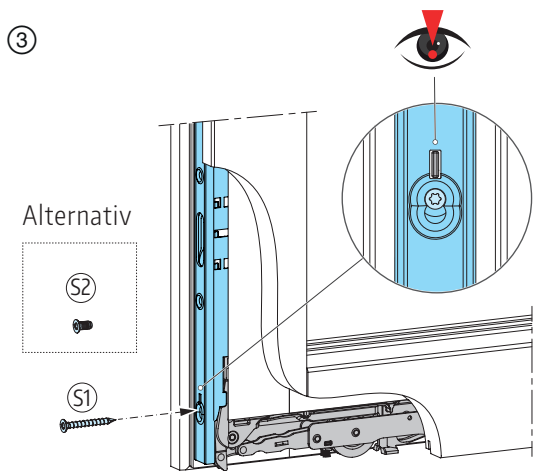

Abb. 22
③ Abgelängtes Getriebe mittels Schraube S1 oder S2 an Laufwagen koppeln; **Abb. 22** und ④ mit Schrauben S1 an Schiebeflügel festschrauben; **Abb. 23**.